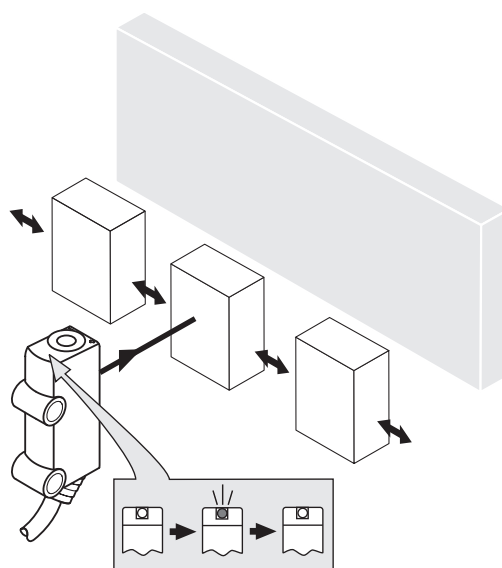

Рисунок 59: Предпочтительное направление
4. Учитывать предпочтительное направление объекта относительно датчика. см. рисунок 59, страница 167